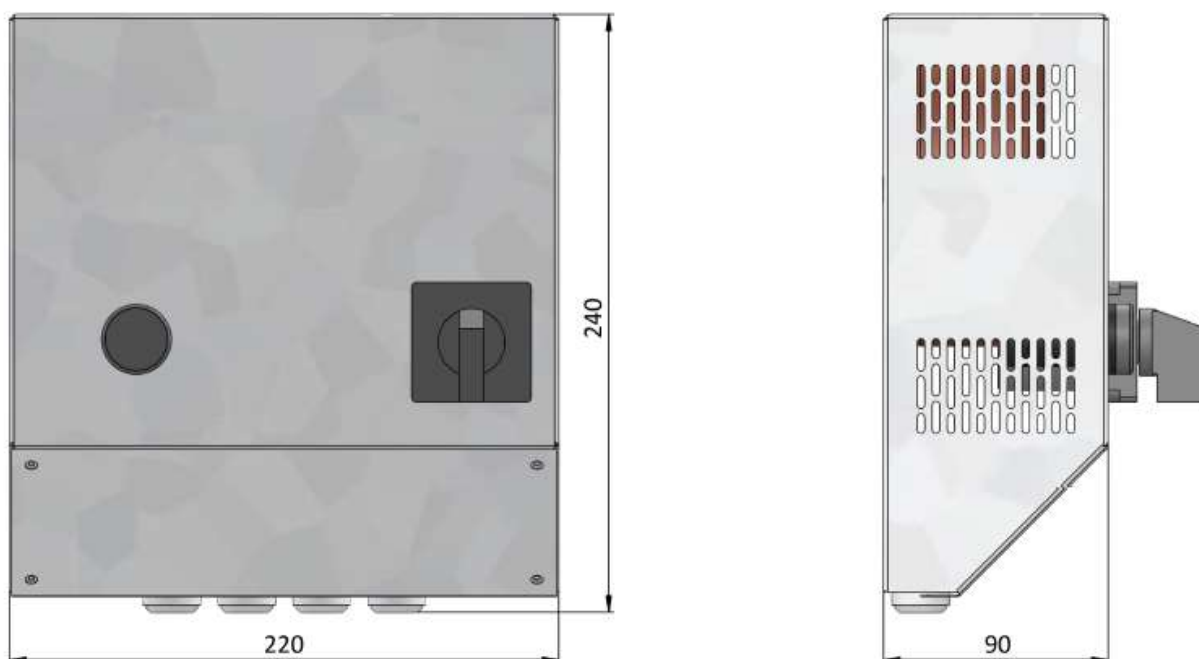

Рис. 1. Габаритный чертеж блока трансформаторного управления
- габаритные размеры (В×Ш×Г, мм): 240×220×90 (Рис. 1);